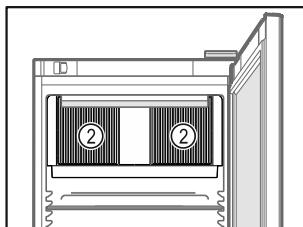

Fig. 31
- Oslobodite ventilacijske proreze Fig. 31 (2) za ventilator optočnog zraka u unutrašnjosti.